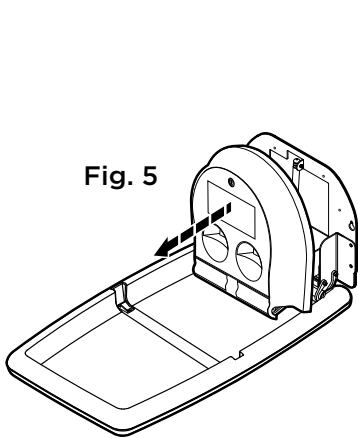

Fig. 5
- Abra la unidad principal. Para ello, tire del bastidor y extraiga el dispensador de protectores de plástico. Póngalo a un lado. **Fig. 5**